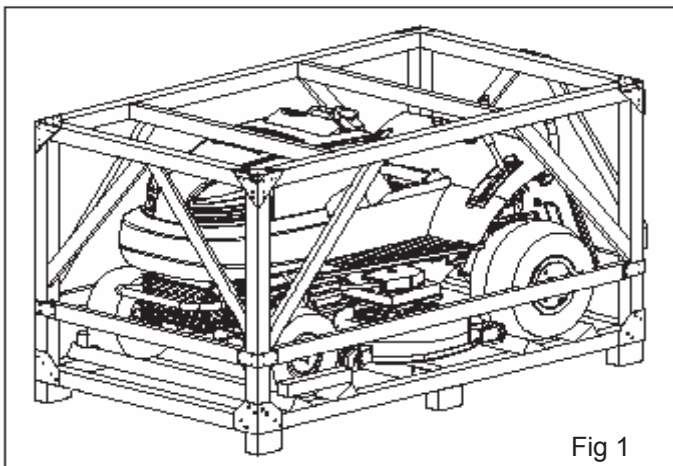

Fig 1
1. Retirez toutes les pièces détachées accessibles ainsi que les pièces du carton. (Fig 1)